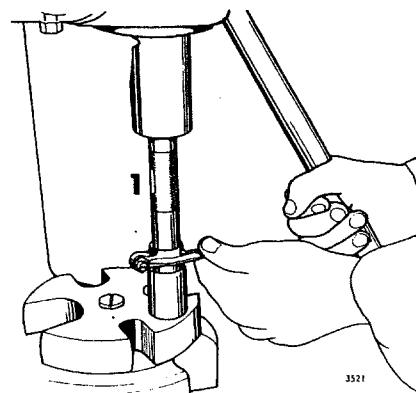

Fig 01-44. Byte av bussning i vipparm
5. Om bussningarna skall bytas används samma verktyg för både ur- och ipressning, se fig 01-44. Brotscha bussningarna med en lämplig brotsch till rätt diameter. Se Data. Som reservdelar levereras vipparmar med färdigbrotschade bussningar.